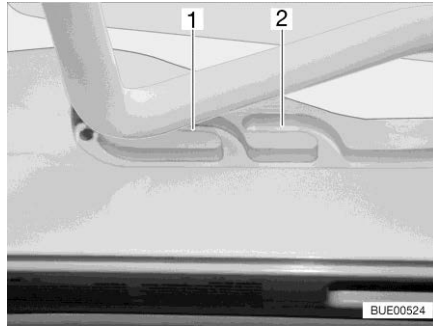
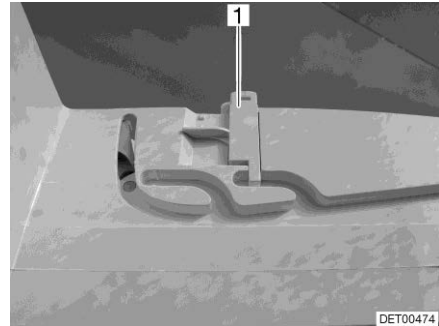

Fig. 66 Guida (posizione di ricircolo d'aria)
Fig. 67 Bloccaggio (posizione di ricircolo d'aria)
È possibile portare l'oblò Heki in due posizioni di ricircolo d'aria: Posizione brutto tempo (Fig. 66,1) e posizione centrale (Fig. 66,2). A seconda del modello, l'oblò può essere bloccato sulla posizione centrale del suo telaio con i due chiavistelli (Fig. 67,1) di sinistra e destra.
- Premere la staffa leggermente verso l'alto, spingerla nella guida selezionata (Fig. 66,1 o 2) ed eventualmente bloccarla.